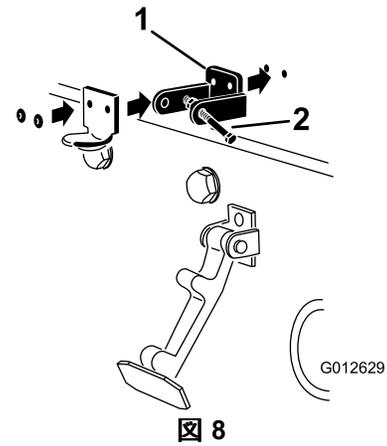

図 8
3. CEロックブラケットとフードラッチブラケットの穴を整列させてフードにセットする。ロックブラケットをフード側にフードに当てて取り付けます 図8。ロックブラケットアームからボルトナットアセンブリを外してしまわないこと。
5. ブラケットとワッシャをフードにリベットで固定する 図8。